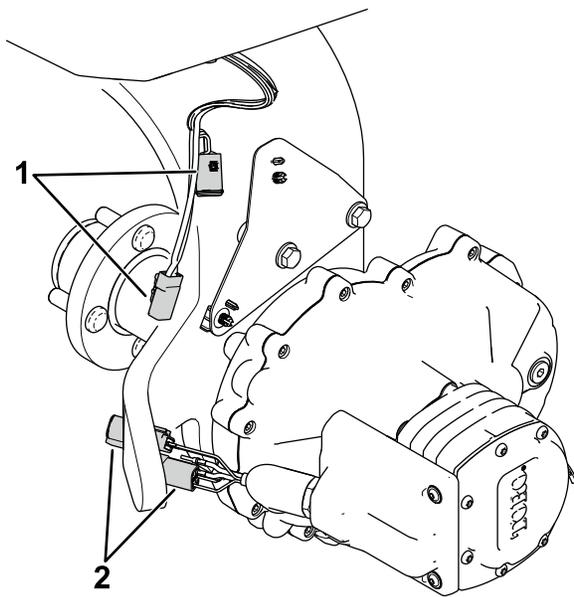

Figura 1
1. Desligue os conectores de cablagem da máquina dos conectores do motor (Figura 1).